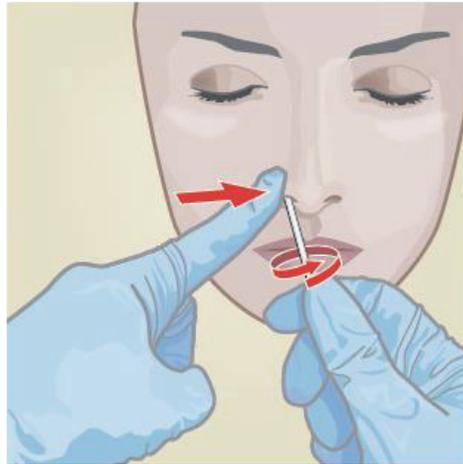

Abbildung 3. Entnahme des nasalen Abstrichs aus dem zweiten Nasenloch
- Den Vorgang mit dem gleichen Tupfer im anderen Nasenloch wiederholen. Dabei von außen Druck auf das andere Nasenloch ausüben (siehe Abbildung 3). Um eine Kontamination der Proben zu verhindern, darf die Spitze des Tupfers nur die Innenwand des Nasenlochs berühren.